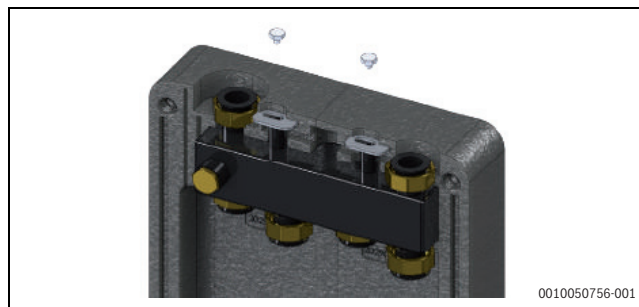
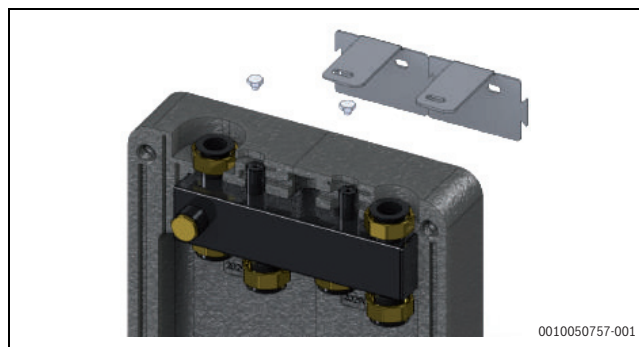

Fig. 221 Retrait des vis
Fig. 222 Retrait du support mural
2. À l'aide d'une clé, dévisser et retirer les vis (→ fig. 221). Puis, retirer les supports muraux (→ fig. 222).